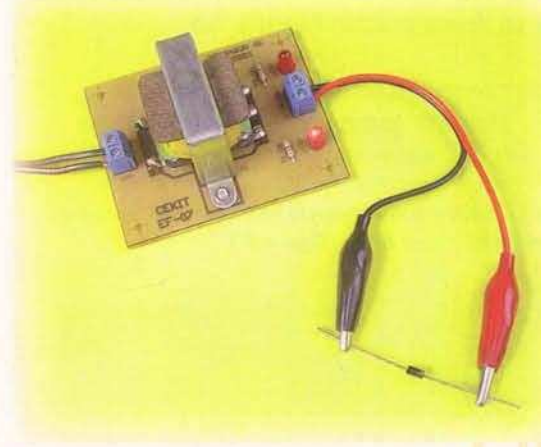

Figura 7.4 Prueba de un diodo en buen estado
- Si el diodo se encuentra en buen estado, encenderá un solo diodo LED, aquel que se encuentre orientado en la misma dirección del diodo que se está probando, indicando cual es el cátodo del diodo de prueba. **Figura 7.4**